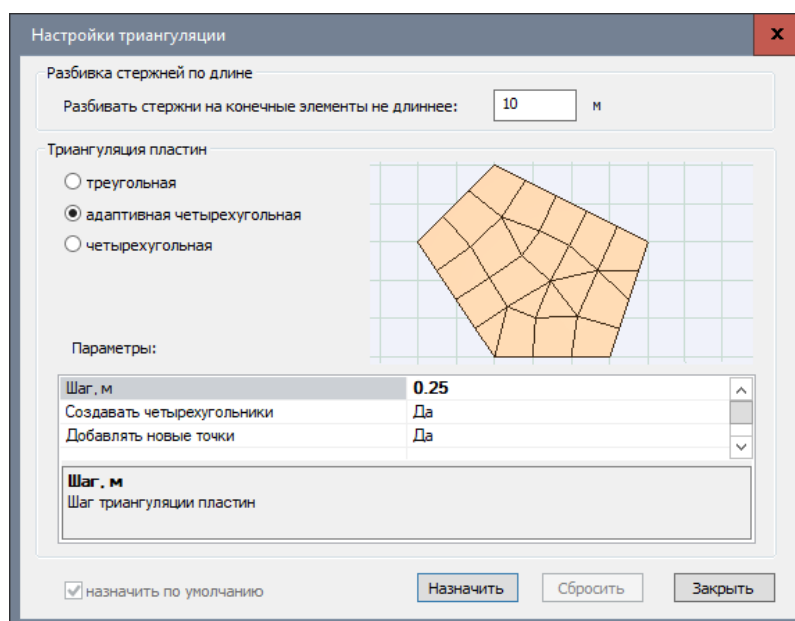

Рис.14.33. Диалоговое окно Настройки триангуляции
- Вызовите диалоговое окно **Настройки триангуляции** (рис.14.33) щелчком по кнопке  - **Настройки** (панель **Расчетная модель: триангуляция** на вкладке **Аналитика**).